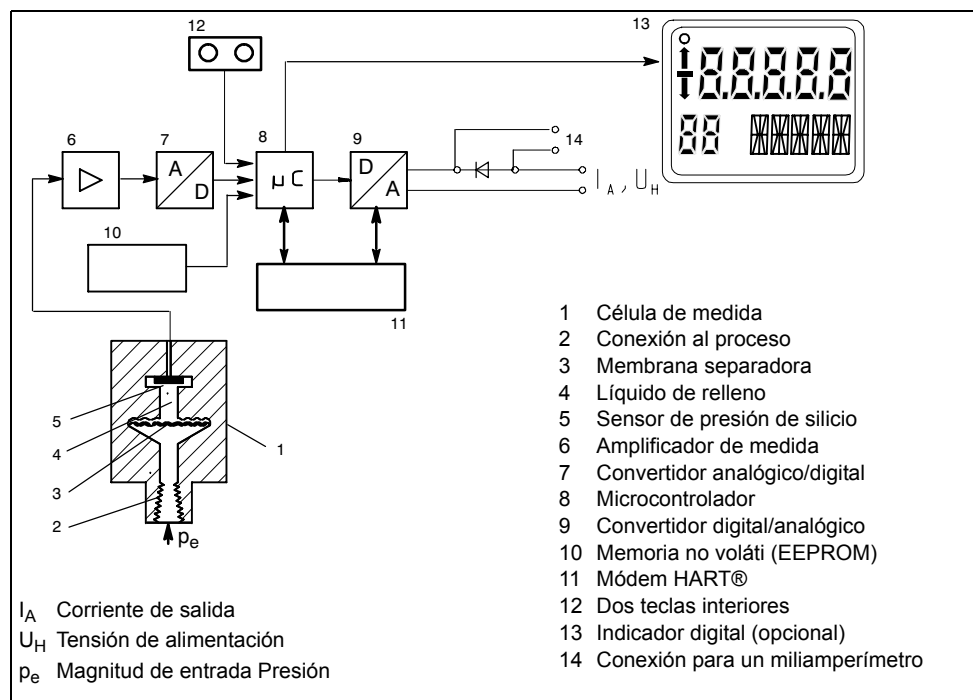

Figura 5 Transmisor SITRANS P, serie MS para presión, diagrama de bloques
La presión p_e es llevada a través de la conexión al proceso (2, Figura 5) de la célula de medida (1). Seguidamente, la presión es transmitida a través de la membrana separadora (3) y el líquido de relleno (4) al sensor de presión de silicio (5) flexionando su membrana de medida. Cuatro resistencias piezoeléctricas implantadas en la membrana de medida y conectadas en puente, modifican con ello su valor. Esta modificación de la resistencia produce una tensión de salida en el puente, proporcional a la presión aplicada, siendo convertida dicha tensión en una señal digital mediante un amplificador de medida (6) y un convertidor analógico/digital (7). La señal de medida es evaluada en un microcontrolador (8), es corregida en cuanto a linealidad y comportamiento con la temperatura y es convertida en la corriente de salida de 4 a 20 mA en un convertidor digital/analógico (9).